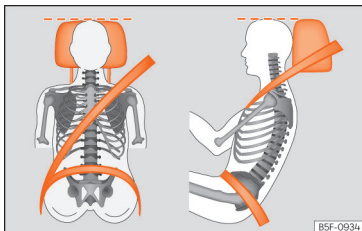

Fig. 15 Poziția corectă a chingii centurii de siguranță și tetierei
- Reglați tetiera astfel încât marginea superioară a acesteia să fie pe cât posibil la același nivel cu creștetul capului și cât mai aproape de nivelul ochilor »» pag. 100. Țineți ceafa cât mai aproape posibil de tetieră »» fig. 15.
- Reglați scaunul longitudinal astfel încât să puteți apăsa complet pedalele cu genunchii ușor îndoiți și astfel încât distanța dintre zona genunchilor și panoul de bord să fie de cel puțin 10 cm (4 inchii) »» fig. 15.